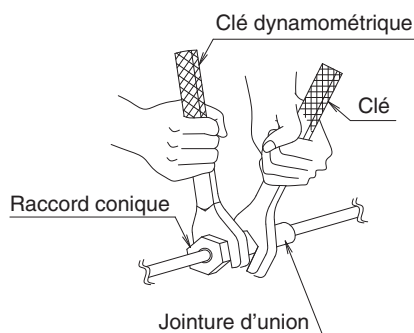

Fig. 13
- Lors du raccordement des tuyauteries à le climatiseur, assurez-vous d'utiliser une clé et une clé dynamométrique comme indiqué dans la Fig. 13. Pour la dimension de la pièce évasée, reportez-vous au Tableau 1.